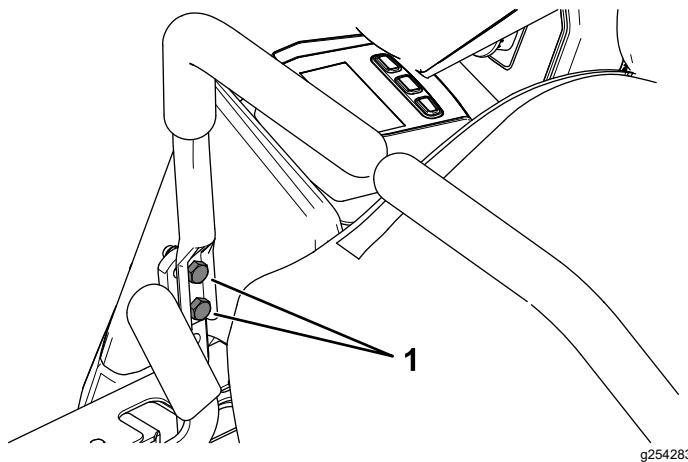

Figura 52
- Si es necesario alinearlas, afloje los 2 pernos de montaje de la palanca de control de movimiento del lado que está mal alineado (Figura 52).
- Apriete los 2 pernos de montaje de la palanca de control de movimiento (Figura 52).